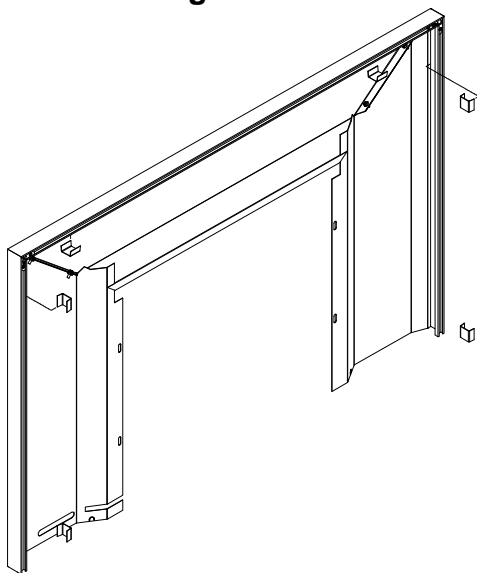

Figure 2.9c
5. Fixez la garniture à la façade au moyen des huit clips en "U". (Figure 2.9c).